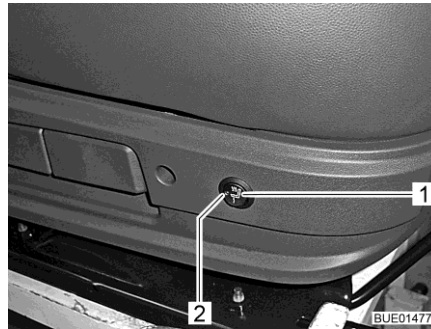

Fig. 28 Interruttore per riscaldamento del sedile
- Premere l'interruttore (Fig. 28,1) dietro sulla sinistra della console del sedile.
Quando il riscaldamento del sedile è in funzione, il LED (Fig. 28,2) è acceso.
- Portare l'interruttore (Fig. 28,1) in posizione centrale. Il LED si spegne.